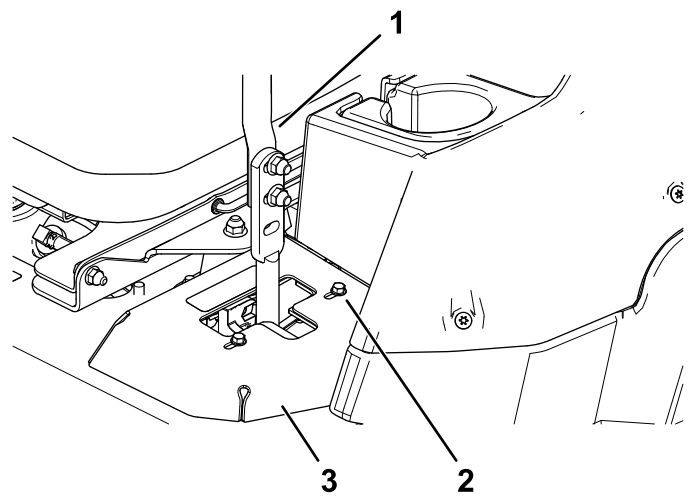

Figura 52
- Si la máquina se desvía hacia la derecha, afloje los pernos y ajuste la chapa del tope izquierdo hacia atrás en la ranura en T de la izquierda hasta que la máquina avance en línea recta (Figura 52).
- Si la máquina se desvía hacia la izquierda, afloje los pernos y ajuste la chapa del tope derecho hacia atrás en la ranura en T de la derecha hasta que la máquina avance en línea recta (Figura 52).
8. Apriete la chapa del tope (Figura 52).